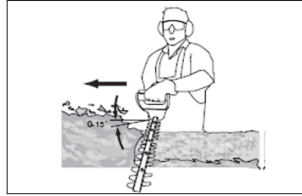

Рис.2
5. Після вирізання боків приступайте до верху. Намагайтеся тримати ріжучий пристрій під нахилом приблизно на 15° до ріжучої поверхні (рис. 2).